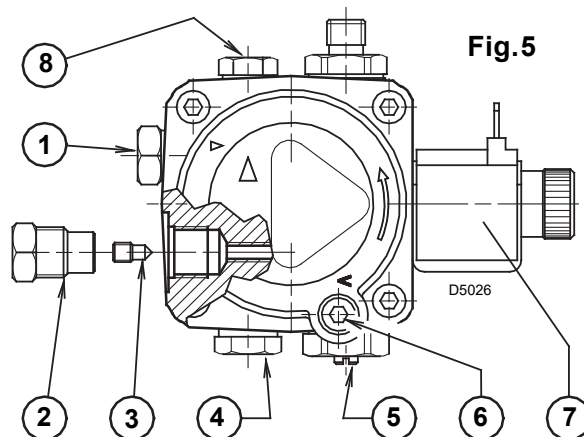
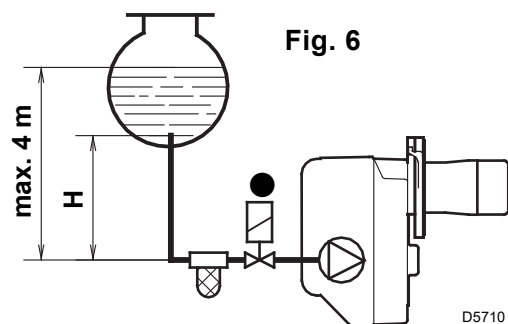

Fig. 5
Fig. 6
Per il funzionamento monotubo è necessario svitare il tappo di ritorno (2), togliere la vite di by-pass (3) e quindi riavvitare il tappo (2), (vedi Fig. 5).
Nell'impianto di Fig. 6 è sufficiente allentare l'attacco del vacuometro (5, Fig. 5) ed attendere la fuoriuscita del combustibile.